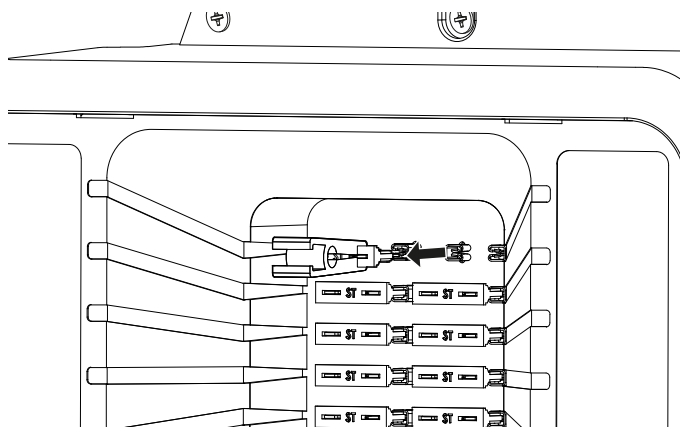

Fig. 4
- Estrarre il fusibile corrispondente con la pinza per fusibili (Fig. 4).